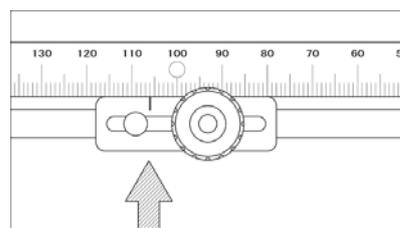

図 6
5. 測定したいところにコンベックスの上端が当たったら、指示板のーが指すスケールの値を読みます。(図 6)